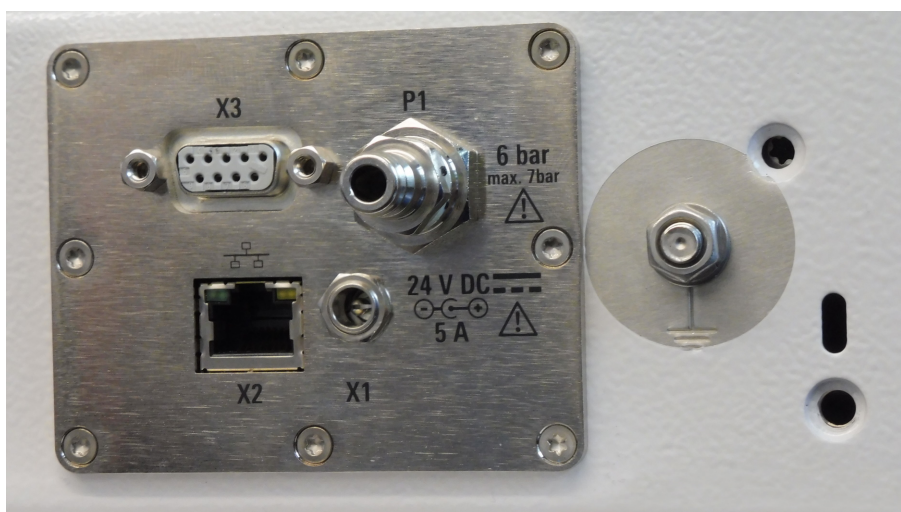

Figura 6-6: Pannello di alimentazione e di controllo
Il connettore ad innesto rapido [P1] (vedere figura 6-6) viene fornito con un adattatore push-pull aggiuntivo per tubi flessibili di diametro 6 mm.
1. Per il controllo remoto tramite una **porta seriale**, collegare un cavo RS-232 dal sistema di controllo al connettore D-Sub 9 (ved. **[X3]** in figura 6-6).
2. Per il controllo remoto tramite **Ethernet**, collegare un cavo LAN dal sistema di controllo al connettore RJ45 (ved. **[X2]** in figura 6-6).